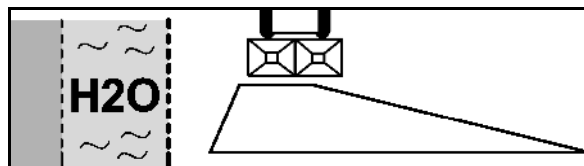

Fig. 62
2. Grøftspredning iht. gødningsforordning (Fig. 62):